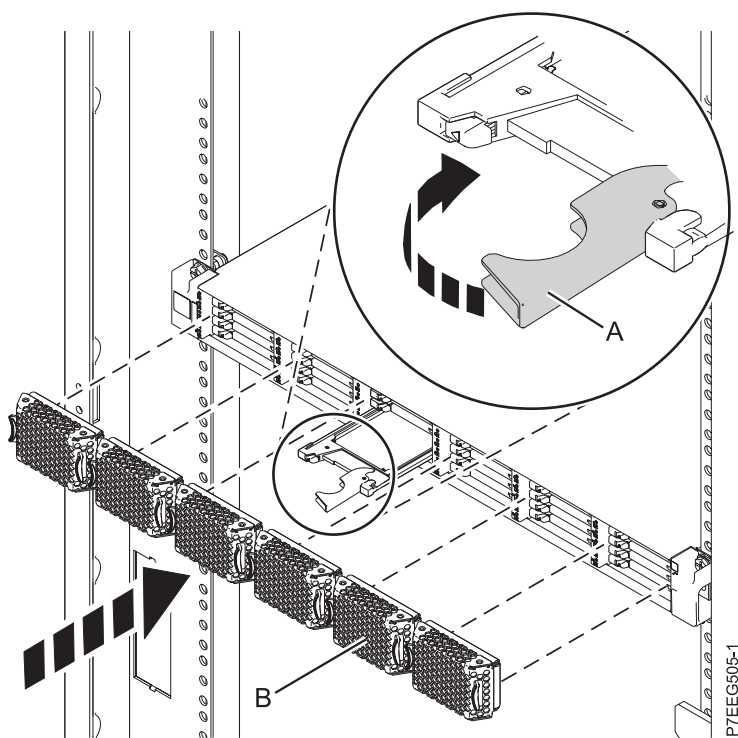

Figure 28. Remplacement d'une unité SSD dans le Boîtier de stockage PCIe 58/88.
4. Lorsque le voyant d'identification de l'unité SSD reste fixe, faites glisser complètement l'unité SSD dans le Boîtier de stockage PCIe 58/88 jusqu'à ce qu'il soit complètement encastré. Puis tournez la poignée (**A**) pour la mettre en position verrouillée. Pour plus d'informations, voir figure 28.